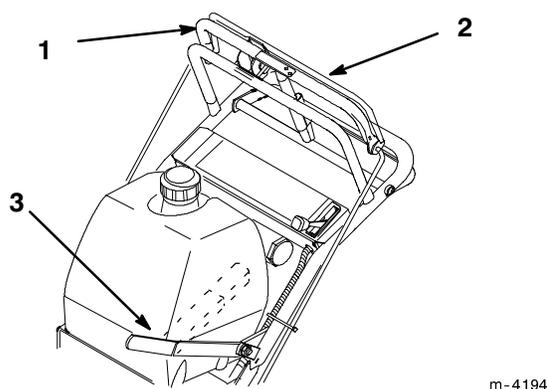

Figure 15
1. Tirer sur la barre de commande supérieure pour arrêter la machine (Fig. 15).
2. Serrer l'arceau contre la barre de commande supérieure (Fig. 15).
3. Pour embrayer les lames, pousser fermement le levier d'embrayage des lames vers l'avant, jusqu'à ce qu'il passe avec une brusque détente en position embrayée (Fig. 15).
1. Pour débrayer les lames, tirer le levier d'embrayage des lames à fond vers l'arrière (Fig. 15).